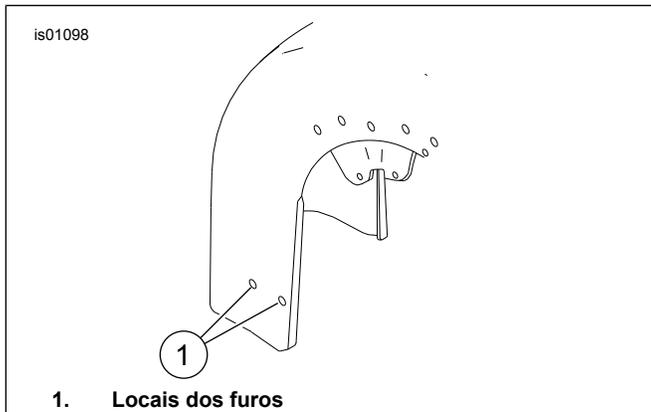

Figura 2. Instalação da saia do pára-lama dianteiro sem furos
1. Veja a Figura 2. Limpe o pára-lama no qual a saia será montada (1) e cubra aquela parte do pára-lama com fita adesiva para proteger a superfície pintada durante o posicionamento da saia e a perfuração dos furos de montagem.